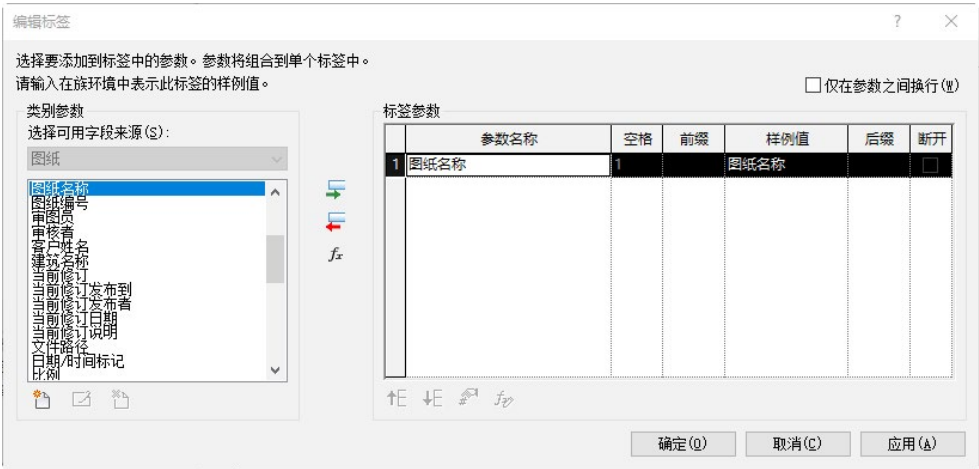

图 3-34 “编辑标签”对话框
(14) 单击“创建”选项卡“文字”面板中的“标签”按钮，在标题栏的最大区域内单击，打开“编辑标签”对话框，在“类别参数”列表中选择“图纸名称”，单击“将参数添加到标签”按钮，将图纸名称添加到标签参数栏中，如图 3-34 所示。